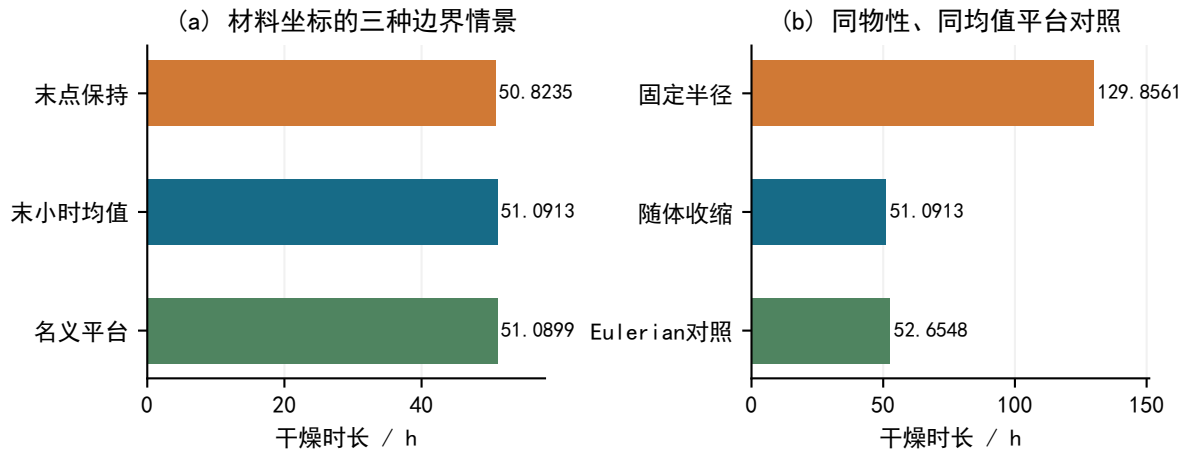

图8 问题四的边界情景与严格对照。左图均为材料坐标；右图统一采用附录4物性和末小时均值平台。
表7与图8给出完整对照。相同物性和平台下，固定半径需要 129.8561 h，随体收缩需要 51.0913 h，缩短 78.7649 h，约为 60.66%；Eulerian 移动对照为 52.6548 h，比材料坐标结果增加 1.5636 h。可见，固定半径与移动域的巨大差异主要出现在几何路径改变后，而额外扫掠输运只解释两种移动描述之间的一部分差别。
16.07 min，结果见图8左图。由于末点的温度略高、水分变量略低，其延续条件更有利于干燥，时间缩短的方向与方程一致。